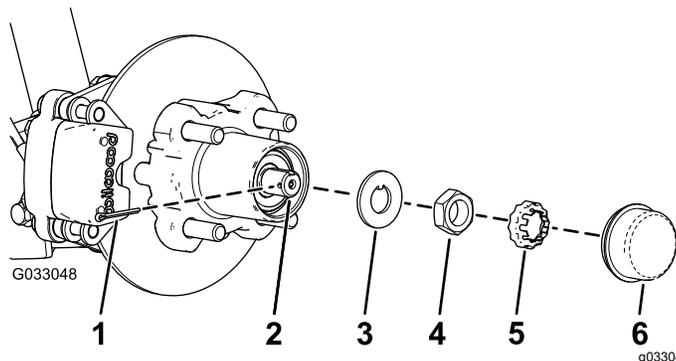
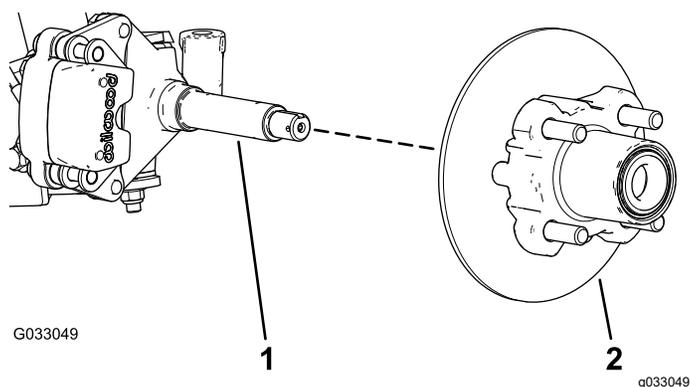

図 24
図 25
4. ハブからダストキャップを取る 図 24。
5. スピンドルとスピンドルナットから、コッターピンとナットリテーナを外す 図 24。
6. スピンドルからスピンドルナットを外し、スピンドルからハブローラアセンブリを取り出す 図 24 と 図 25。